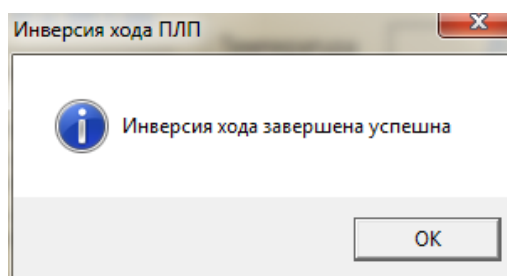

Рисунок 2.9 – Сообщение об успешной инверсии хода
- При успешном выполнении операции появится сообщение (рис.2.9)